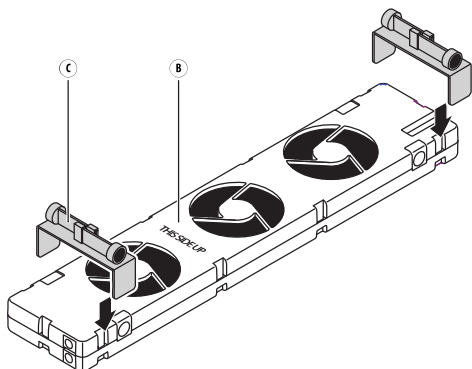

Fig. 5: Fijación del soporte al **SpeedComfort** (B1).
1. Conecte los dos **soportes** (C1, C2) en la parte superior del **SpeedComfort** (B1), (véase la fig. 5).
2. Repita los pasos 1-7 como para el *radiador ancho*. Use los **imanes ajustables** (c1, c2, c3, c4) en los **soportes** (C1, C2) para colgar el **SpeedComfort** (B1) entre las placas (véanse las fig. 5 y 6). Alinee el **SpeedComfort** (B1) con la parte delantera del radiador para optimizar la ventilación.
1. Conecte los dos **soportes** (C1, C2) en la parte superior del **SpeedComfort** (B1), (véase fig. 5).